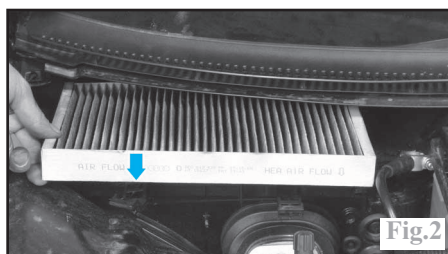

Fig.2
- le filtre à air d'habitacle (Fig.2).